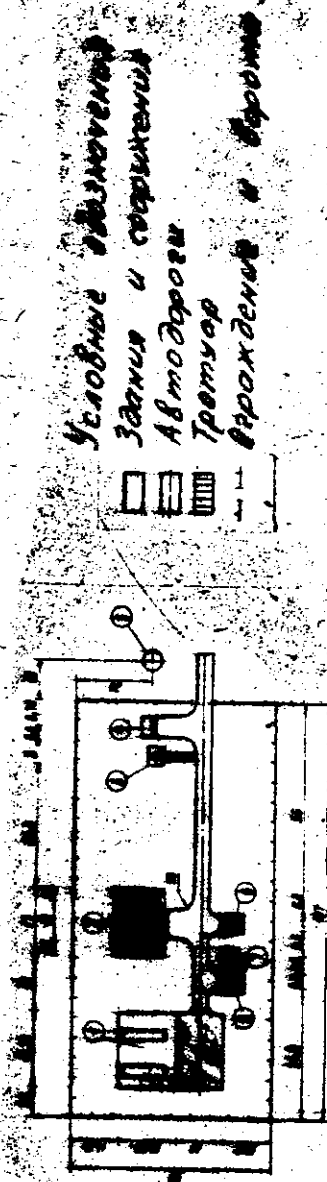

Рис. 6 Примерный план устройства электростанции ПЭС-2500 для работы на газообразном топливе.
4.4. При предполагаемой длительной работе электростанции на газообразном топливе рекомендуется технологическая схема установки и обустройства электростанции, приведенная на рис.6.